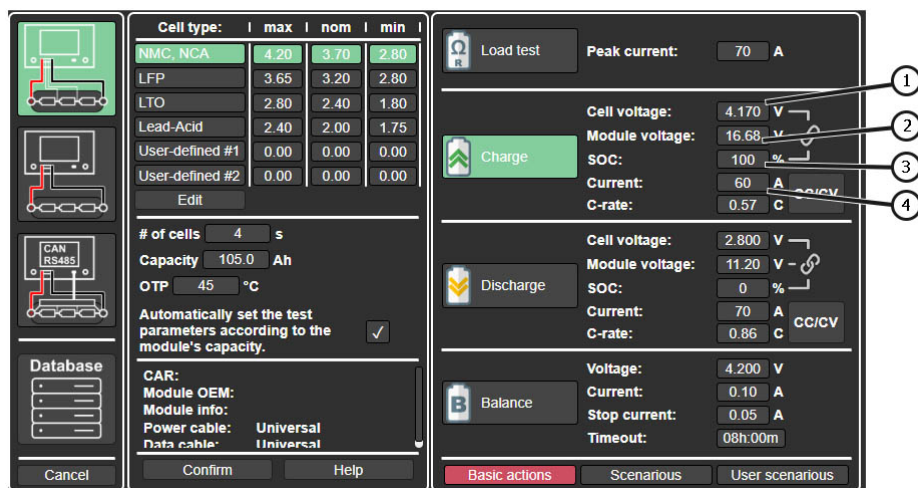

Figura 17
3. A continuación, debe establecerse la corriente de carga. Esto puede hacerse de varias maneras (los siguientes puntos corresponden a las posiciones indicadas en la Figura 17):